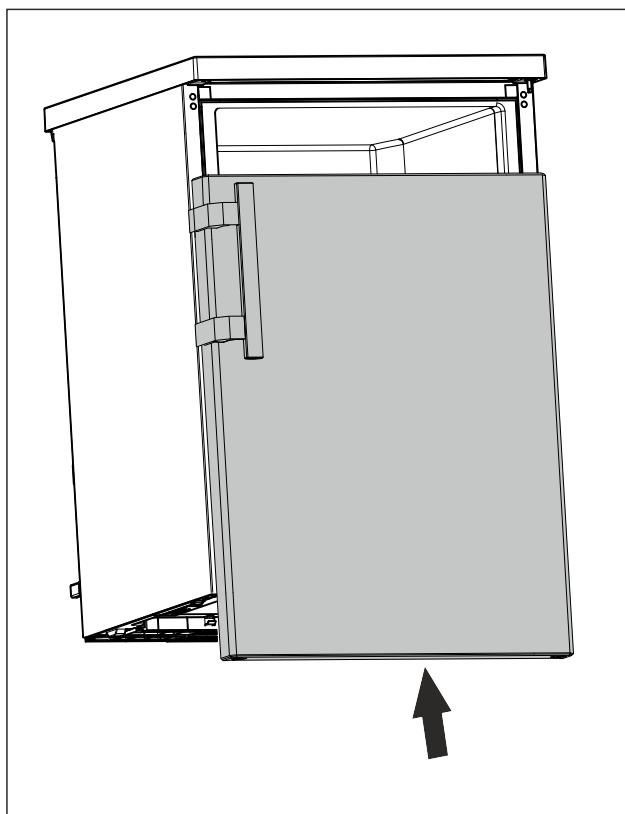

Fig. 16
- Skyv døren i lukket tilstand på den øvre bolten. (se Fig. 16)